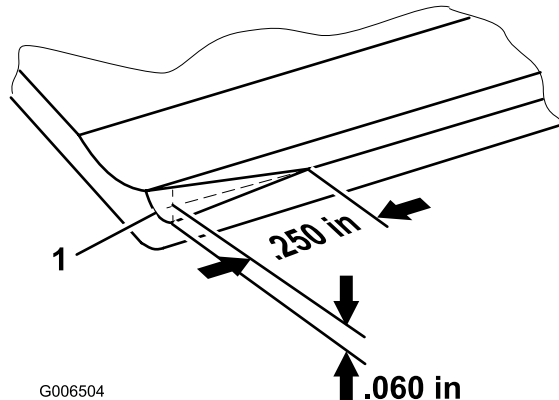

Figura 18
**Nota:** Con el tiempo, será necesario afilar el bisel (Figura 18) puesto que por diseño, sólo dura el 40% de la vida de la contracuchilla.